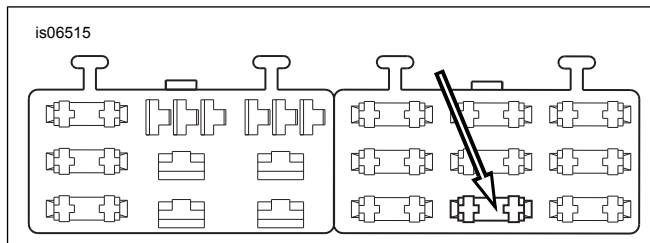

Figura 6. Cavità "OPEN" del pannello fusibili (modelli Dyna 2004 e successivi)
4. vedere Figura 6. Individuare la cavità (1) del fusibile contrassegnata da "OPEN" (interrotto) sul pannello elettrico. Il terminale è presente su un solo lato di questa cavità. Dal lato posteriore, inserire il terminale sul filo dell'adattatore arancione/bianco nel lato aperto della cavità fino all'arresto. Esaminare l'attiguo terminale installato in fabbrica e controllare orientamento e profondità di inserimento.